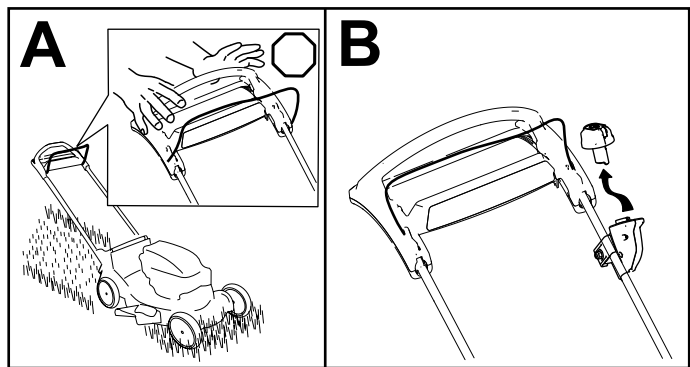

Figure 16
1. Relâchez la barre de commande de la lame (A de la Figure 16).
2. Retirez le bouton de démarrage électrique du commutateur de démarrage électrique (B de Figure 16).